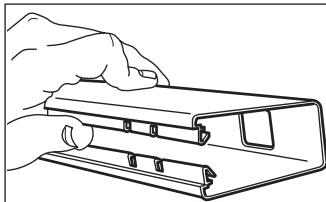

fig. 1
- Tome uno de los pretils y abra cuidadosamente la estriccion con la mano o una cuña de madera (fig. 1). Esta pieza se convertirá en el pretil inferior del ensamblado.